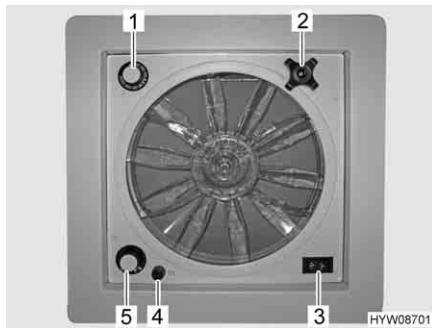

Fig. 53 Oblò con ventilatore
- ▷ Un fusibile da 4 A (Fig. 53,4) protegge da sovraccarico il motore del ventilatore. Se si verifica un sovraccarico: Individuare per prima cosa la causa (ad es. il ventilatore è sporco), poi sostituire il fusibile.
*Apertura oblò:* ■ Ruotare la maniglia girevole (Fig. 53,2), finché non si raggiunge l'angolo di apertura desiderato.
*Aerazione/sfiato:* ■ Portare l'interruttore a levetta (Fig. 53,3) su "Aerazione" (flusso d'aria dall'esterno verso l'interno) o "Sfiato" (flusso d'aria dall'interno verso l'esterno).
*Spegnimento del ventilatore:* ■ Portare l'interruttore a levetta (Fig. 53,3) sulla posizione centrale.
*Impostazione della velocità del ventilatore:* ■ Posizionare l'interruttore girevole (Fig. 53,5) sul grado desiderato:
*Impostazione della temperatura:* ■ Ruotare il termostato (Fig. 53,1) fino alla battuta in direzione "blu".